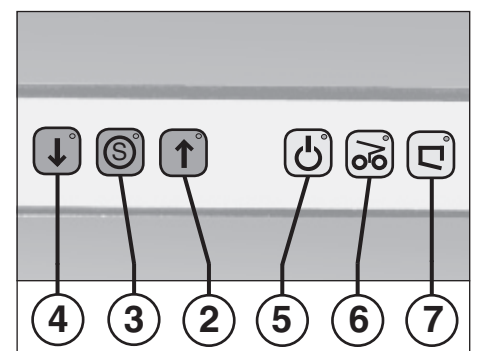

Fig. 2
1. Inserire l'interruttore principale (1) (posizione "1").
2. Azionare il tasto Funzionamento avanti (2) (fig. 2). La taglierina si mette in funzione.
- 2 = Tasto Funzionamento avanti (fig. 2)**
- 3 = Tasto Stop "S" (fig. 2)**
- 4 = Tasto Indietro (fig. 2)**